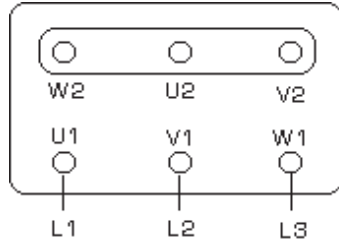

Fig. 1
- star connection (Fig. 1)
- Sternschaltung (Abb. 1)
- connexion en étoile (Fig. 1)
- collegamento a stella (Fig. 1)